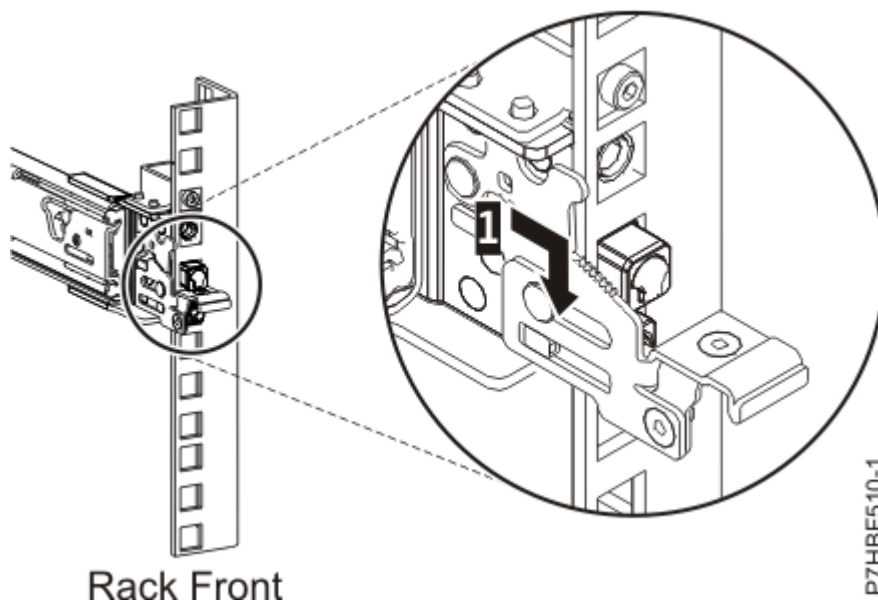

Figura 5. Pini care sunt așezați pe partea din față a șinei dulapului
6. Trageți șina de glisare în față și inserați trei pini pe partea din față a șinei, în orificiile din unitatea EIA selectată care au fost marcate anterior. Lăsați în jos șina de glisare (1) pentru a fixa cârligul pe pinul din mijloc. Pentru detalii, consultați Figura 5 la pagina 6.